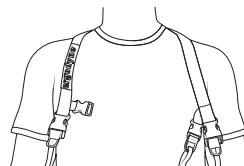

FIG. 7
2. Place the Barcode Scanner Lanyard Harness on shoulders [fig. 7]. The "Ergodyne" logo should always sit on the right shoulder when wearing [Connection Point E].
2. Colóquese el arnés sobre los hombros [fig. 7]. El logotipo “Ergodyne” debe quedar siempre sobre el hombro derecho cuando el arnés esté puesto [punto de conexión E].